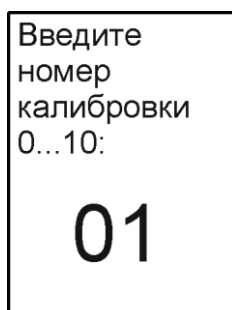

Рисунок 9 — Выбор текущей калибровки
- кнопками (↑, ↓) ввести номер калибровки (рисунок 9);
- нажать (↵) для подтверждения выбора, (X) — для отмены.
2.9.1 Для ускорения выбора текущей калибровки служит кнопка (↑) при появлении на дисплее соответствующей пиктограммы функциональной кнопки. Ее нажатие сразу приводит к появлению окна выбора калибровки (рисунок 9).